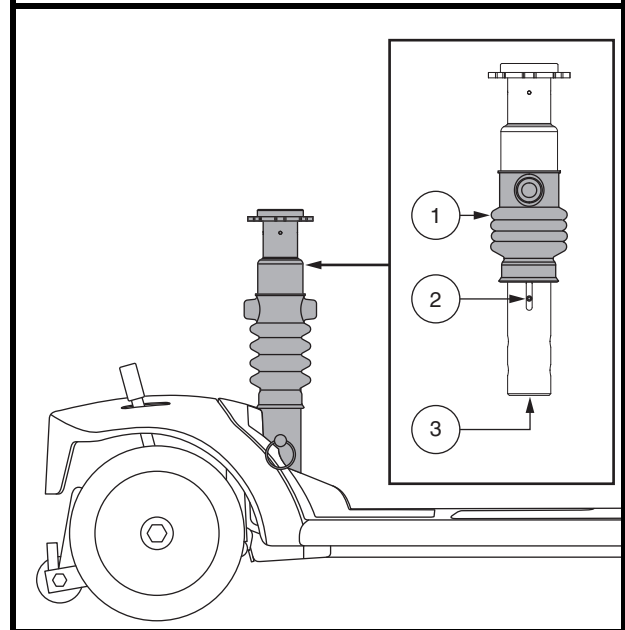

Abb. 20. Einstellen der Sitzfederung
Die Sitzstütze dient als Stoßdämpfer und kann für verschiedene Fahrkomfortstufen angepasst werden. Als Orientierungshilfe beim Einstellen dienen die Einstellschrauben, die durch das Einstellfenster an der Seite der Stütze sichtbar sind. Schieben Sie die Gummimanschette zum oberen Ende der Stütze, so dass die Einstellschrauben nicht verdeckt werden. **Siehe Abb. 20.**
3. Stecken Sie einen 13-mm-Steckschlüssel mit Verlängerung in die Unterseite der Stütze. **Siehe Abb. 20.**